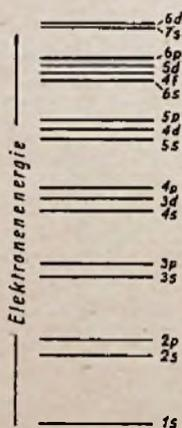
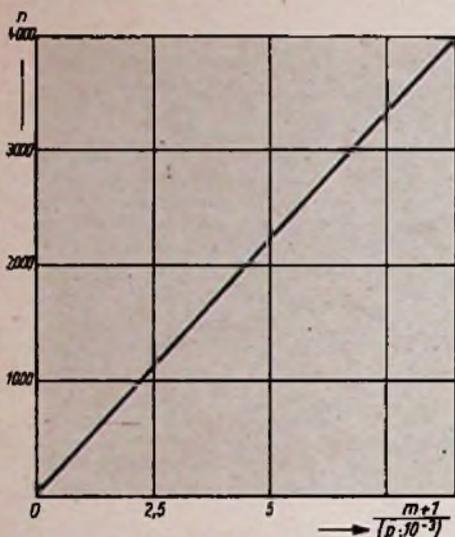

Abb. 1.
Abb. 3. Die Windungszahl n als Funktion des Verhältnisses  $\frac{m+1}{(p \cdot 10^{-3})}$   $n = 443 \frac{m+1}{(p \cdot 10^{-3})}$
Abb. 3. Schematische Darstellung der Energiebänder in einem Cu-Kristall. Durch die teilweise Schraffierung des obersten Bandes wird ausgedrückt, daß dieses nicht voll besetzt ist, denn die 4s-Schale des Einzelatoms enthält statt der zwei möglichen Elektronen nur ein Elektron. (In Wirklichkeit überschneiden sich beim Cu-Kristall die einzelnen Energiebänder)
tronen neu ordnen. Denn nach dem Pauli-Prinzip darf ein bestimmter Energiezustand nur von einer genau begrenzten Elektronenzahl eingenommen werden, so daß also ein Niveau eines Einzelatoms nicht für alle Atome eines Kristalls gemeinsam gelten kann. Daher ziehen sich die scharfen Niveaulinien aus Abb. 1 zu Energiebändern auseinander, wie sie Abb. 3 an einem Beispiel zeigt. In den Bändern liegen die ver-
Die Verbraucher-Spannung unserer Lichtleitungsnetze unterliegt mehr oder weniger großen Schwankungen. Eine wertvolle Hilfe bei Wechselstromnetzen bietet hier der elektromagnetische Spannungsgleichhalter, der in seiner einfachsten Form aus einer Reihenschaltung von einer hochgesättigten Drossel L und einer Kapazität C besteht (Abb. 1). Die Drossel erhält mehrere Anzapfungen, um auch bei wechselnder Größe der Belastung stets die richtige Spannung zur Verfügung zu haben. Da das Gerät hauptsächlich für den Betrieb von Meßeinrichtungen (Röhrenvoltmeter, Meßsender, Tongeneratoren u. dgl.) gedacht ist, genügt eine obere Leistungsgrenze von etwa 160 VA; bis zu dieser Größe kann man für den Kern der Drossel die genormten Schnitte für quadratische M-Kerne1) verwenden, insbesondere kommen hier die drei Größen M 74, M 85 und M 102 mit einem  $Q_E$  von 5,5, 8,4 und 11,5 cm2 in Betracht.
Man kann n auch direkt aus Abb. 3 entnehmen. Ähnlich findet man die erforderliche Kapazität C aus
In Abb. 3 liegt der Punkt D über  $\Phi_0 = 200000$  auf der M 85-Kurve. Eine Gerade, die den negativen Kurvenast eben berührt, schneidet auf der Ordinaten-Achse das Stück  $k = 0,4 \cdot 10^6$  ab; mit  $U_{\min} = 180 \text{ V}$  ist dann nach (4) die Hilfsgröße
Aus Abb. 3 erhält man mit